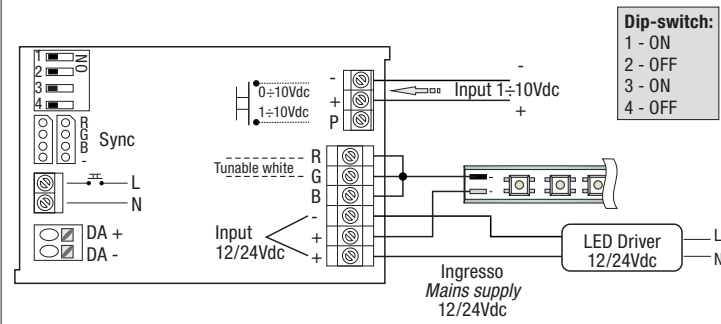

Fig. 13 - Comando con segnale DALI - Signal DALI control
- 5 - Compatible con el protocolo DALI (Fig. 13)